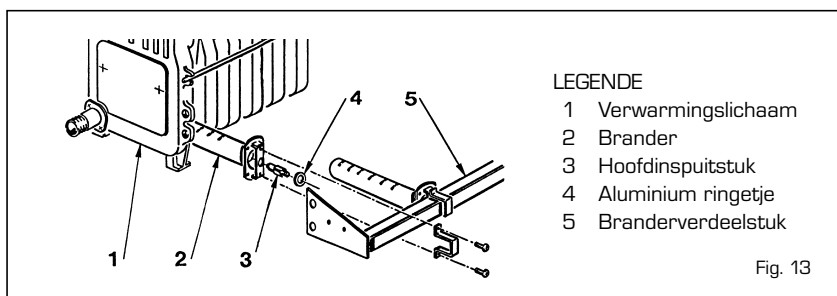

Fig. 13
- Haal de brander van het inspuitsdeelstuk af en richt een straal lucht op de binnenkant van de branders zodat eventueel stof dat zich opeengehoopt heeft eruit geblazen kan worden. Verzekert u ervan dat de bovenkant van de branders met gaatjes vrij is van aanslag (fig. 13).